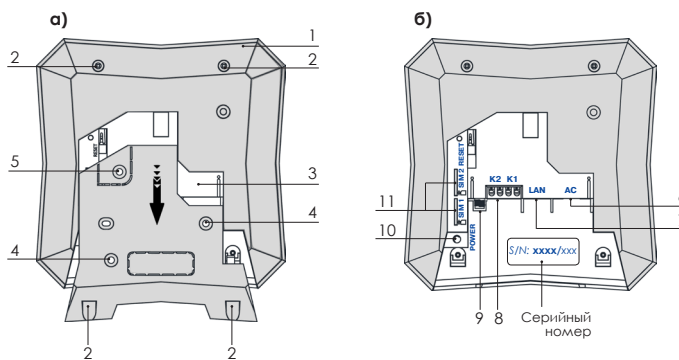

Рисунок 1
Вскройте корпус HUB, сдвинув нижнюю часть основания вниз (см. Рисунок 1 а). Вставьте разъем сетевого шнура (входит в комплект поставки) в разъем АС (6), а вилку сетевого шнура в электрическую розетку.
Следуйте указаниям в приложении, чтобы подключить HUB к системе RiDom и создать объект. Заполните данные о вашем местоположении (не обязательно), введите серийный номер HUB (см. Рисунок 1 б), придумайте название для вашего дома, например: «Дача».
Запустите мобильное приложение RiDom. Следуйте указаниям в приложении, чтобы зарегистрировать подключенный HUB и создать объект. Заполните данные о вашем местоположении, серийный номер HUB (см. Рисунок 1 б), придумайте название для вашего дома, например: «Дом».
2. Через отверстия (4) и (5) закрепите основание шурупами. Для контроля отрыва от стены обязательно заверните шуруп в предназначенное отверстие (5).
4. Закрутите два шурупа 2,9x9,5 (входят в комплект поставки) в отверстия (2) в нижней части корпуса (см. Рисунок 1 а).